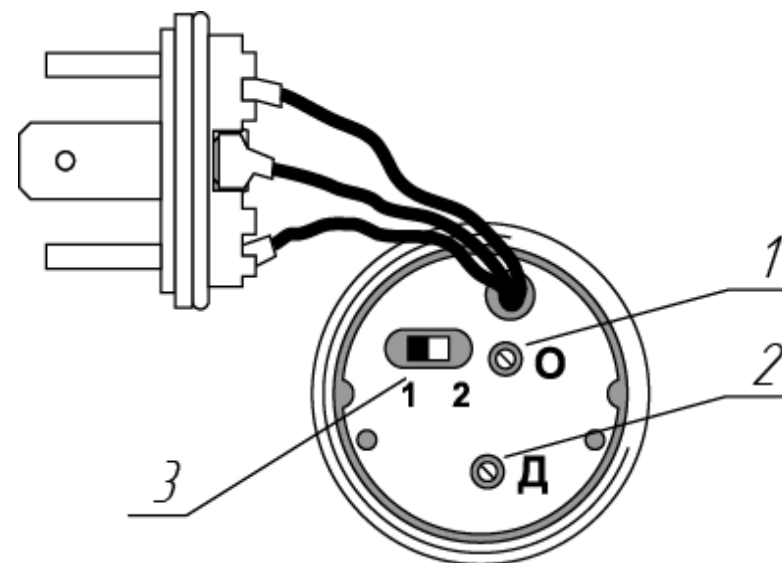

Рисунок 2.1
2.4.2.1. За вилкой расположены (см. рисунок 2.1):
- потенциометр «О» подстройки «нуля» (1);
- потенциометр «Д» подстройки верхнего предела (2);
- переключатель верхних пределов измерений (3).